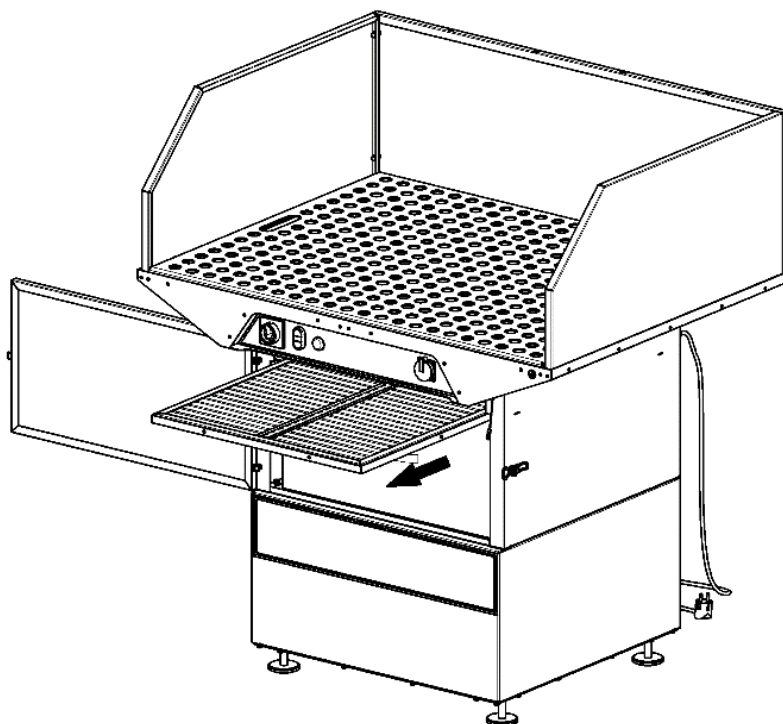

Рисунок 5
- 1) открыть дверь и извлечь префильтр из фильтровальной камеры (рисунок 5);